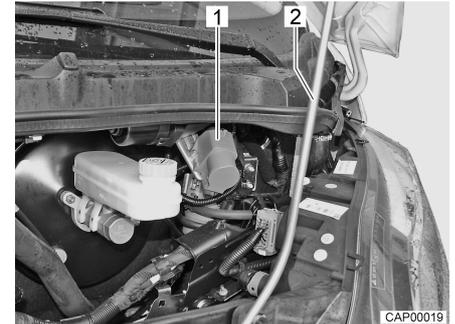

Bild 42 230-V-Anschluss im Motorraum
- Motorhaube öffnen und mit Haltestange (Bild 42,2) sichern.
- Klappdeckel am 230-V-Anschluss (Bild 42,1) öffnen und Steckkupplung einstecken. Darauf achten, dass die Rastnase des federgespannten Klappdeckels eingerastet ist.
- Rastnase am 230-V-Anschluss (Bild 42,1) lösen und Steckkupplung herausziehen.